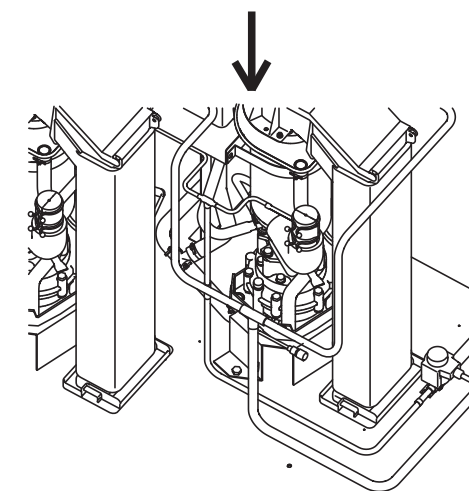

Fig. 8
1) Se la pressione di aspirazione dell'unità di condensazione è superiore a 0,10 MPa (1,05 bar), rimuovere l'EPR (regolatore della pressione di evaporazione) dalla linea di aspirazione. Vedi Fig. 8.